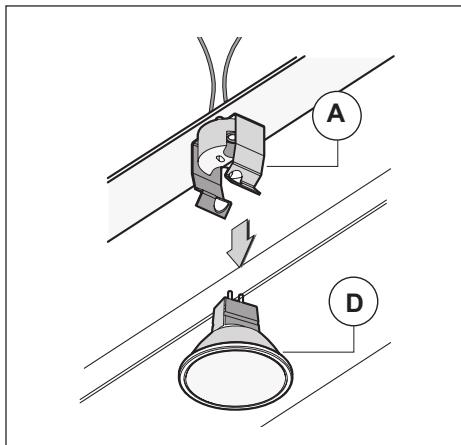

Fig.7
• Remplacement des lampes halogènes (Fig. 7).
Pour changer les lampes halogènes **B**, poussez vers le bas, de l'intérieur de la hotte, en vous servant de deux doigts comme illustré (fig.7). Remplacez-les par des lampes de même type.